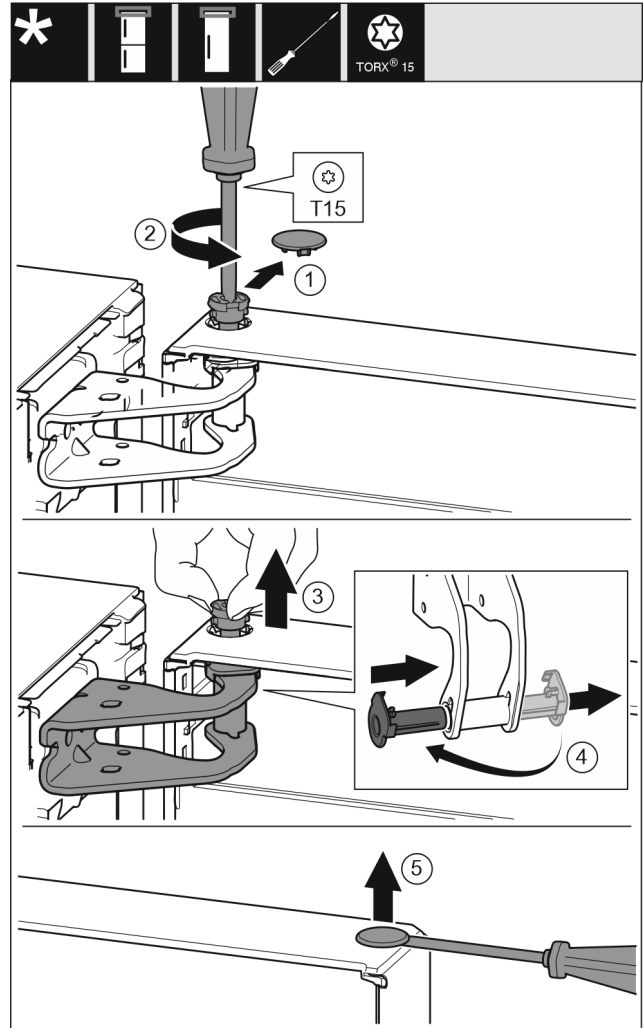

Fig. 6
- ▶ Vedä suojakansi varovasti irti. Fig. 6 (1)
- ▶ Kierrä tappia T15-ruuvimeisselillä hieman ulos. Fig. 6 (2)
- ▶ Pidä kiinni ovesta ja vedä tappi ulos sormien avulla. Fig. 6 (3)
- ▶ Vedä laakeriholkki ulos ohjaimesta. Aseta toiselta puolelta paikoilleen ja anna lukittua. Fig. 6 (4)
- ▶ Kohota ovilaakeriholkin nastaa varovasti uraruuvimeisselillä ja vedä se ulos. Fig. 6 (5)